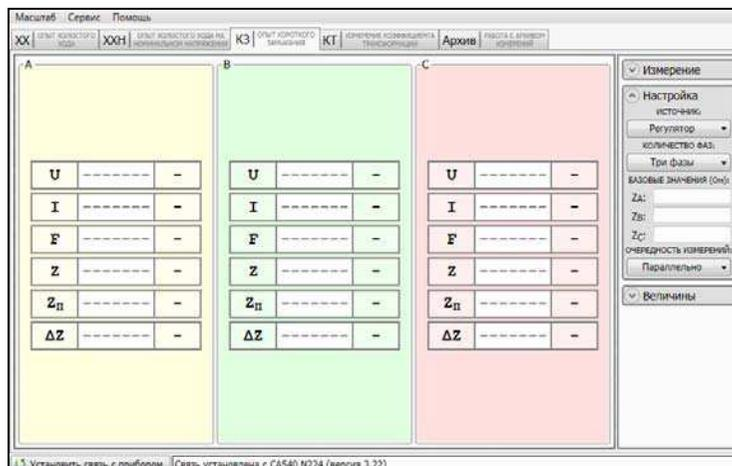

Рисунок 7.21
4) Перейти на вкладку , для чего щелкнуть по ней. Развернуть поле "Настройка" (рисунок 7.21), щелкнув по кнопке  Настройка
5) Выбрать вариант источника питания, для чего в подразделе "Источник:" в поле "Настройка" (рисунок 7.21) раскрыть выпадающий список и выбрать из него "Внешний" (при использовании нерегулируемого источника) или "Регулятор" (при использовании источника с плавной регулировкой напряжения).
7) Ввести базовые значения сопротивления короткого замыкания  $Z_A, Z_B, Z_C$  (для однофазного трансформатора –  $Z_A$ ) или значения, полученные при проведении предыдущего опыта короткого замыкания (далее – КЗ), для чего, предварительно щелкнув в соответствующей строке поля "Базовые значения, Ом" (рисунок 7.21), ввести значения с помощью клавиатуры.
новременно для всех фаз), для чего щелкнуть по кнопке в подразделе "Очередность измерений" в поле "Настройка" и из выпадающего списка выбрать нужный вариант (рисунок 7.21).
9) Свернуть поле "Настройка", для чего щелкнуть по кнопке  Настройка (рисунок 7.21).